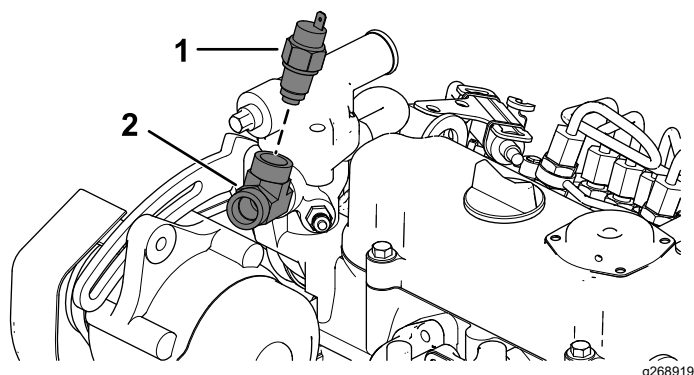

Figura 15
- B. Instale un acoplamiento en T (Figura 15).
C. Instale el interruptor de temperatura (Figura 15).